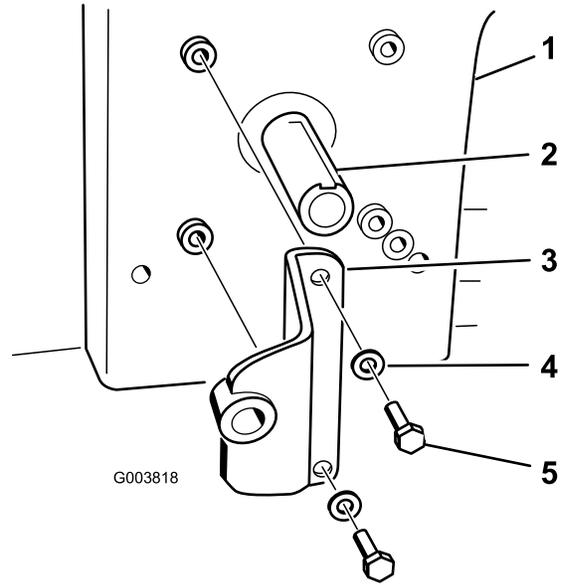

図 18
4. エンジンにポンプブラケットを取り付けるボルト2本 $5/16 \times \frac{3}{4}"$ とワッシャ2枚 $\frac{3}{8}"$ を使用する。ポンプブラケットの正しい取り付け位置については 図 18 を参照のこと。